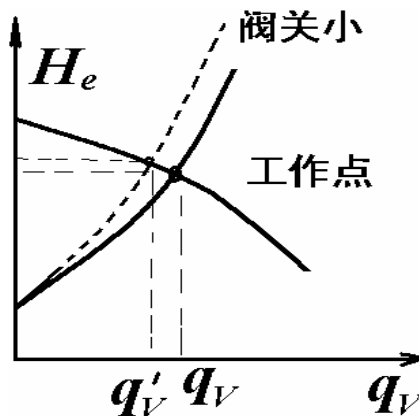

图 2.5 出口阀调节流量
离心泵管路的流量是由离心泵特性和管路特性共同决定的。因此，两特性曲线的交点就是离心泵的工作点，如图 2.5 所示。
1) 改变出口阀开度。如图 2.5 所示，当出口阀关小时，管路特性曲线变陡，流量变小。